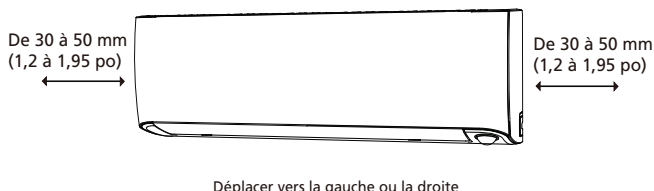

Fig. 12 – Suspension du module intérieur sur la plaque de montage
1. Accrochez le haut du module intérieur sur le crochet supérieur de la plaque de montage. Les crochets de la plaque de montage sont plus petits que les trous à l'arrière du module. S'il est difficile d'aligner la tuyauterie déjà en place dans le mur avec le module, il est possible d'ajuster latéralement le positionnement du module d'environ 30 à 50 mm (1,25 à 1,95 po), selon le modèle (voir fig. 12).